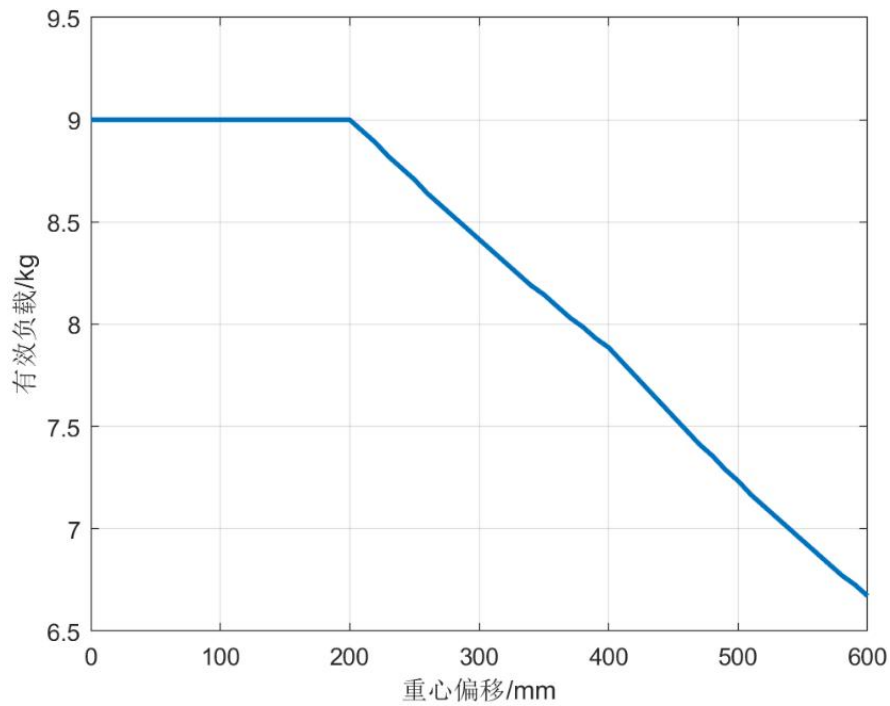

图 B-5 G9 有效载荷和重心偏移曲线
- G9 协作机器人有效载荷和载荷重心偏移的关系曲线如图 B-5 所示。